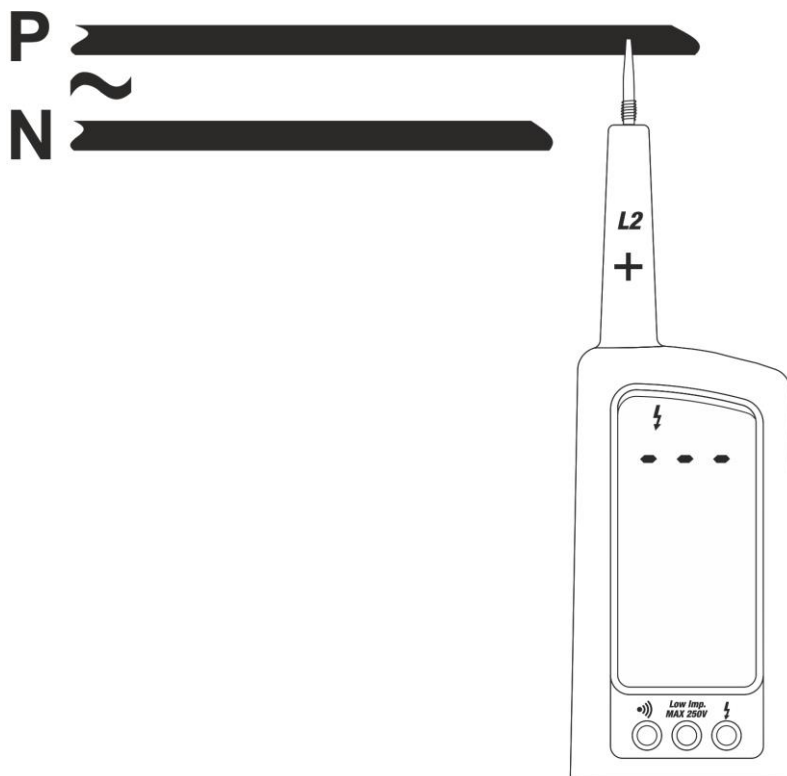

Fig. 5: Deteção de tensão AC 1-fio
2. Conectar a ponteira **L2** ao objeto em teste (ver Fig.5). A medição **só é efetuada quando as ponteiros estiverem em contacto com condutores ativos**